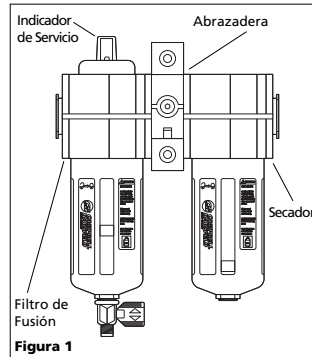

Figura 1
4. Para reemplazar el filtro de fusión - El indicador de servicio del filtro de fusión (mostrado en la Figura 1) le indicará cuando necesita reemplazarlo. Cuando el indicador